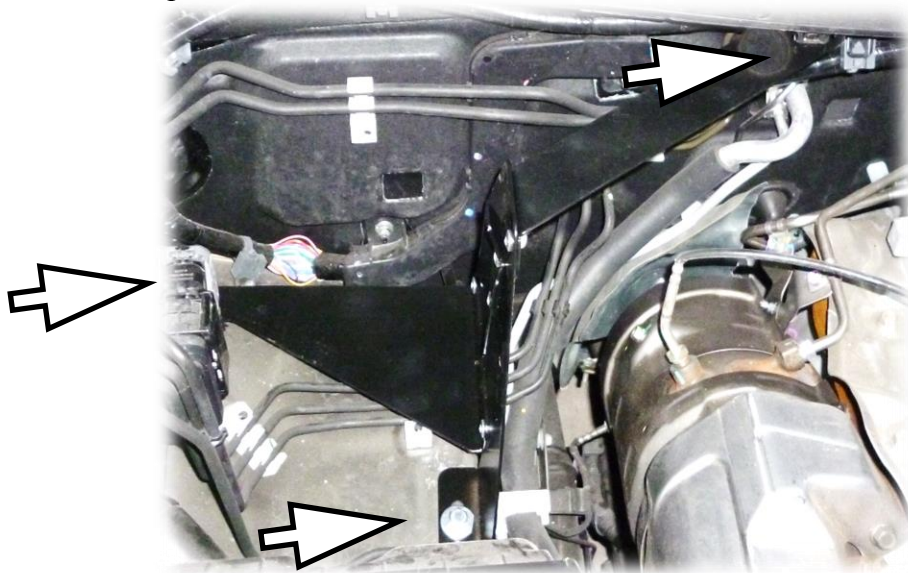

Рис.8
3.5. Установить кронштейн бачка на место и закрепить в трёх местах, как показано на рис.8.